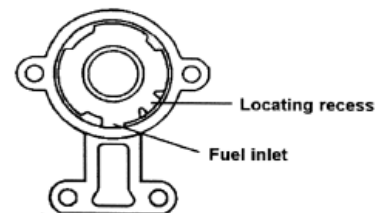

FIGURE 3 Locating recess. Fuel inlet
- 1 Install (8) in (9). Make sure it seats flat.
- 2 Lubricate (7) and install in (9). Make sure it seats flat.
- 3 Lubricate (6) and install on (4). Make sure it seats flat.
- 4 Align locating tab on the bottom of (4) with the recess in (9), see figure 3.
- 5 Press (4) into place by hand using a suitably sized socket. A snap or pop may be heard when the injector seats. If (4) does not seat by hand, remove (4) & (6) and repeat steps 4 & 5.
- 6 Install (3), (10), (11), (13).
- 7 Clean the threads of (1) & (2).
- 8 Put a drop of Loctite 262 or equivalent on (1) & (2). Do not use a higher strength as damage to screws or housing may result.
- 9 Install (1) & (2) and tighten to 28 in/lbs (3 N.M.)
- 1 Instale (8) dentro de (9). Cerciórese de que se asiente a ras.
- 2 Lubrique (7) e instálelo dentro de (9). Cerciórese de que se asiente a ras.
- 3 Lubrique (6) e instálelo sobre (4). Cerciórese de que se asiente a ras.
- 4 Alinee la lengüeta de ubicación en el fondo de (4) con la muesca en (9). Véase la fig. 3.
- 5 Presione (4) en posición a mano, usando un casquillo de tamaño apropiado. Puede escucharse un chasquido cuando se asiente el inyector. Si (4) no se asienta a mano, quite (4) y (6) y repita los pasos 4 y 5.
- 6 Instale (3), (10), (11), (13).
- 7 Limpie las roscas de (1) y (2).
- 8 Ponga una gota de Loctite 262 o su equivalente en (1) y (2). No use una potencia más fuerte, ya que podrá ocasionar daños a los tornillos o la caja.
- 9 Instale (1) y (2) y apriete a 28 lbs/plg (3 N.M.)
- 1 Installer (8) dans (9). S'assurer que la pièce est calée bien à plat.
- 2 Lubrifier (7) et l'installer dans (9). S'assurer que la pièce est calée bien à plat.
- 3 Lubrifier (6) et l'installer sur (4). S'assurer que la pièce est calée bien à plat.
- 4 Aligner les repères au bas de (4) avec les retraits dans (9), voir la figure 3.
- 5 Presser (4) en place à la main à l'aide d'une douille de calibre approprié. Un bruit sec peut se faire entendre lorsque l'injecteur se cale en place. Si (4) ne se cale pas en place manuellement, enlever (4) et (6) et répéter les étapes 4 et 5.
- 6 Installer (3), (10), (11), (13).
- 7 Nettoyer les filets de (1) et (2).
- 8 Mettre une goutte de Loctite 262 ou d'un produit équivalent sur (1) et (2). Ne pas utiliser une force plus grande, car des dommages aux vis ou au boîtier pourraient s'ensuivre.
- 9 Installer (1) et (2) et serrer à 28 po/lb (3 Nm)